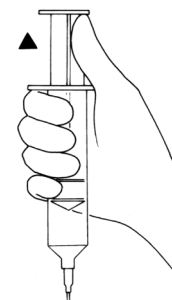

Abbildung 4-4a. Luft aspirieren
5. In der Manschette verbleibende Luft aspirieren, bis leichter Widerstand am Kolben gespürt wird (**Abbildung 4-4a**).